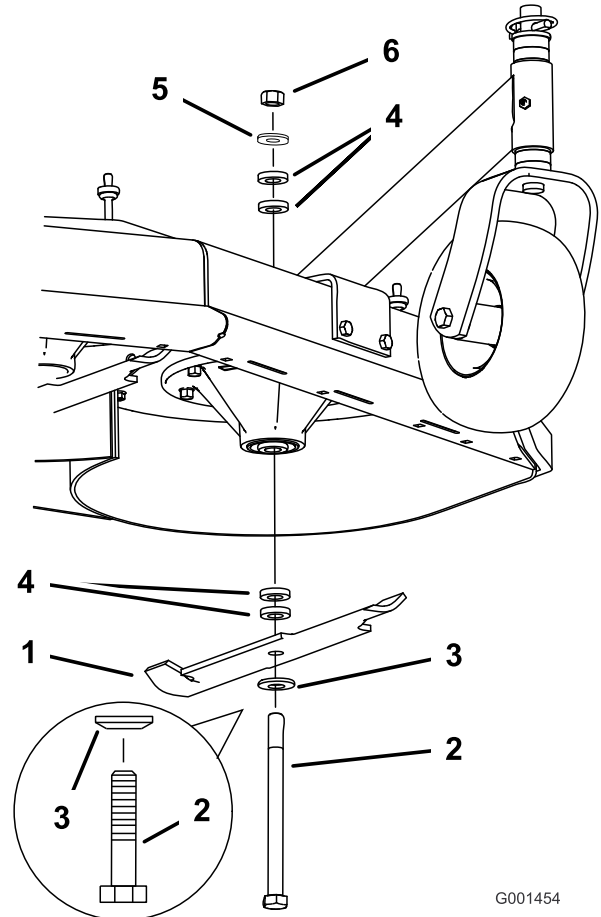

Bild 55
2. Entfernen Sie die Mutter, Messerschraube, Wellenscheibe, die Messerdistanzstücke und die dünne Scheibe von der Spindel (Bild 55).
1. Setzen Sie die Schraube, Wellenscheibe und das Messer ein. Wählen Sie die richtige Anzahl der Distanzstücke für die Schnitthöhe und schieben Sie die Schraube in die Spindel (Bild 55).
2. Setzen Sie die restlichen Distanzstücke auf und befestigen sie mit einer dünnen Scheibe und einer Mutter (Bild 55).